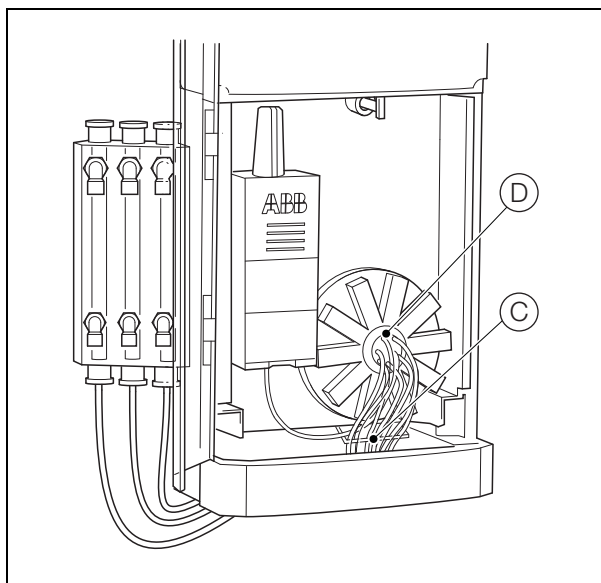

Fig. 13.5 Substituir o tubo de resíduos
2. Tendo por referência a Fig. 13.5:
- Retire o tubo do grampo (C) e elimine.
- Encaminhe o novo tubo de resíduos da forma indicada no passo a e ligue-o ao conector da válvula de resíduos (D) no coletor da válvula.